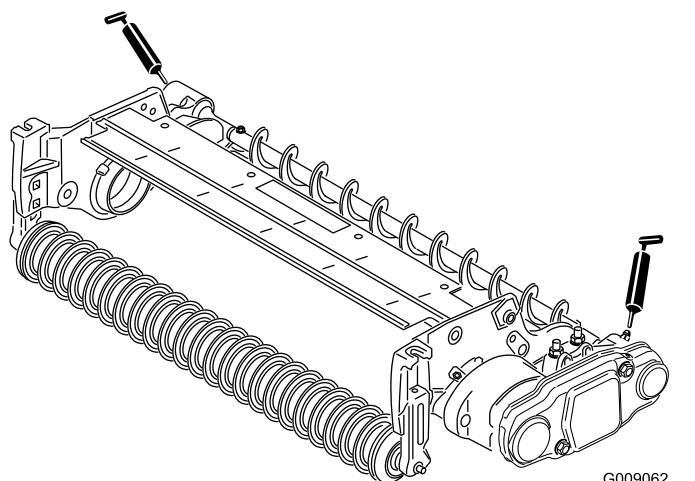

Figura 19
26. Lubrificate i raccordi d'ingrassaggio su ognuno degli alloggiamenti del cuscinetto della spazzola per rullo e sulla parte restante dell'apparato di taglio con grasso universale n. 2 a base di litio (Figura 19). Rimuovete il grasso in eccesso, in particolare intorno alle guarnizioni.